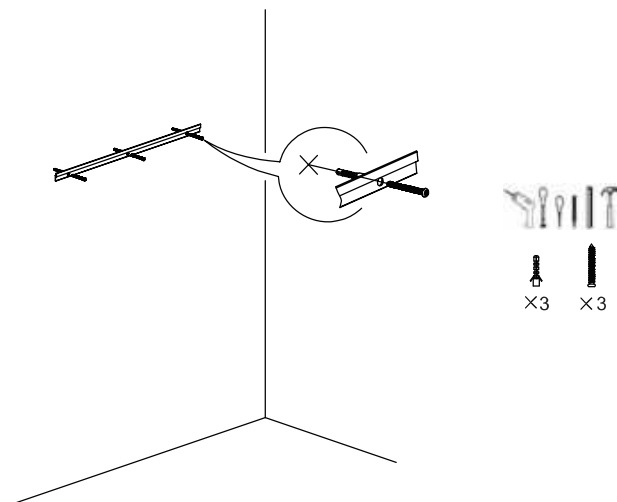

Fig. 2
1.4 Klopfen Sie die Spreizdübel mit einem Hammer in die Löcher in der Wand, ziehen Sie dann die Schrauben mit einem Schraubendreher fest, um die Leiste zu sichern, und kalibrieren Sie die Wasserwaage (Abb. 2).